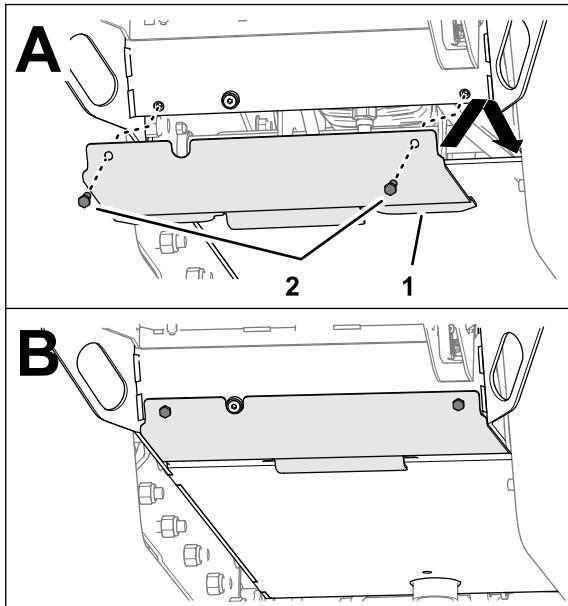

Bild 18
2. Fluchten Sie die Löcher in der unteren Abdeckplatte mit der Rahmenplatte aus (Bild 18).
3. Montieren Sie die untere Abdeckplatte mit den zwei Kopfschrauben ($\frac{3}{8}$ " x 1"), die Sie zuvor entfernt haben, an der Rahmenplatte (Bild 18).
1. Fluchten Sie die Nase der unteren Abdeckplatte mit der Rahmenplatte der Maschine aus (Bild 18).